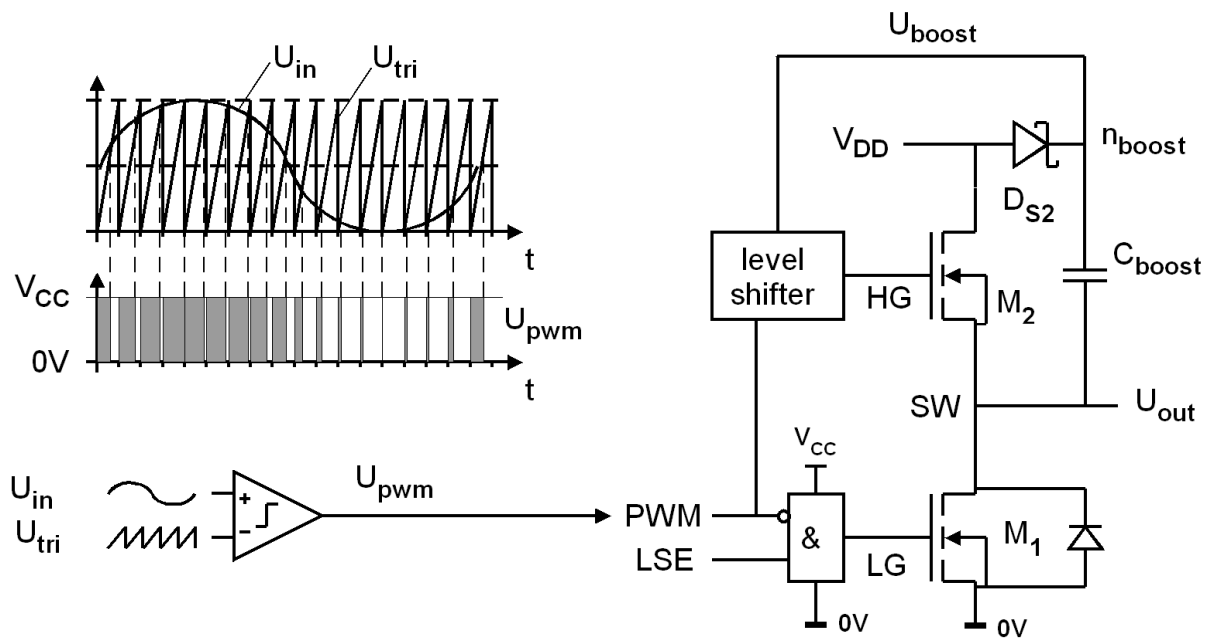
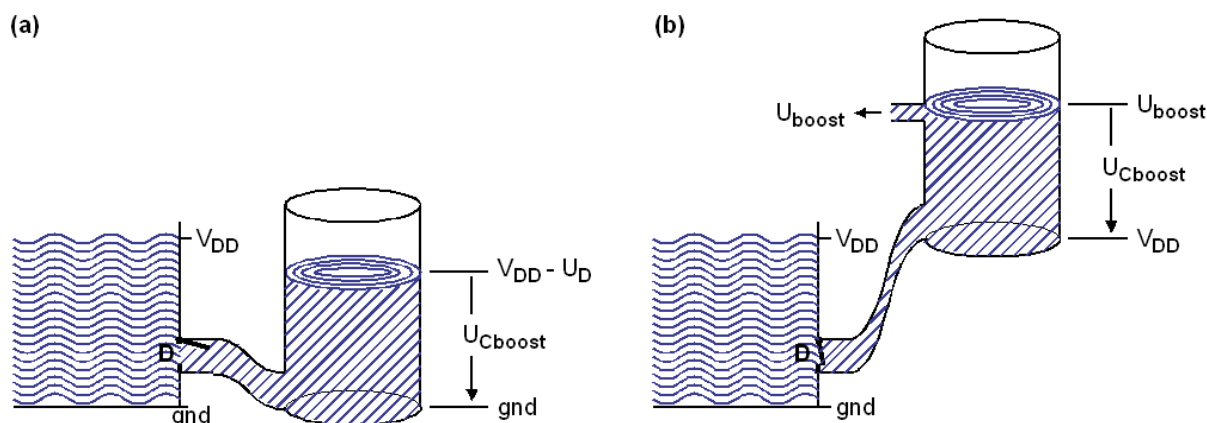

Fig. 2.1: (a) pulse-width modulator (PWM),
Fig. 2.2: (a) Filling the water-glass,
D: Fig. 2.1 zeigt einen Pulsweitenmodulator (PWM). Wo befindet sich der Demodulator?
E: Fig. 2.1 shows a pulse width modulator (PWM). Where is the system's demodulator?
D: Das System in Fig. 2.1 werde modelliert als $\bar{u}_{pwm} = \Delta_0 + \Delta_1 u_{in} + \Delta_2 u_{in}^2 + \Delta_3 u_{in}^3 + \dots$. Was folgt für die Koeffizienten $\Delta_{\#}$ (mit $\# = 0, 1, 2, 3, 4, \dots$), wenn wir ideale Linearität annehmen?
E: The system in Fig. 2.1 is modeled as $\bar{u}_{pwm} = \Delta_0 + \Delta_1 u_{in} + \Delta_2 u_{in}^2 + \Delta_3 u_{in}^3 + \dots$. What follows for the coefficients $\Delta_{\#}$ (with $\# = 0, 1, 2, 3, 4, \dots$), if we assume ideal linearity?
D: In Fig 2.1 sei $V_{CC} = 3V$ und $V_{DD} = 12V$, $U_{in} = 1-2V$. Verstärkung Δ_1 als Formel und Wert?
E: In Fig 2.1 let $V_{CC} = 3V$ and $V_{DD} = 12V$, $U_{in} = 1-2V$. Gain Δ_1 as a formula and value?
- D: Vergleicht man eine elektrische Kapazität mit einem Wasserglas gemäß Fig. 2.2 und das elektrische Potential U mit der Höhe, welche mechanischen Eigenschaften entsprechen dann der elektrischen Kapazität C und der elektrischen Ladung Q ?
- E: If we compare an electrical capacity with a glass of water acc. to Fig. 2.2 and the electrical potential U with the height, which mechanical properties do then correspond to the electrical capacity C and to the electrical charge Q ?
- D: In Fig. 2.2 ist die Kapazität C_{boost} aus Fig. 2.1 als Wasserglas dargestellt. Welcher Knotenspannung in Fig. 2.1 entspricht die Höhe des Bodens des Glases?
- E: In Fig. 2.2 the capacity C_{boost} of Fig. 2.1 is shown as a glass of water. What node voltage in Fig. 2.1 corresponds to the height of the bottom of the glass? **$U(SW)$**
- D: Warum füllt sich das Glas in Fig. 2.2(a) nur bis zur Wasserhöhe $V_{CC} - U_D$ und nicht bis V_{CC} ? Wo geht im mechanischen Äquivalent der Wasserdruck entsprechend U_D verloren?
- E: Why does the glass in Fig. 2.2(a) only fill up to the water level $V_{CC} - U_D$ and not up to V_{CC} ? Where is the water pressure corresponding to U_D lost in the mechanical equivalent?